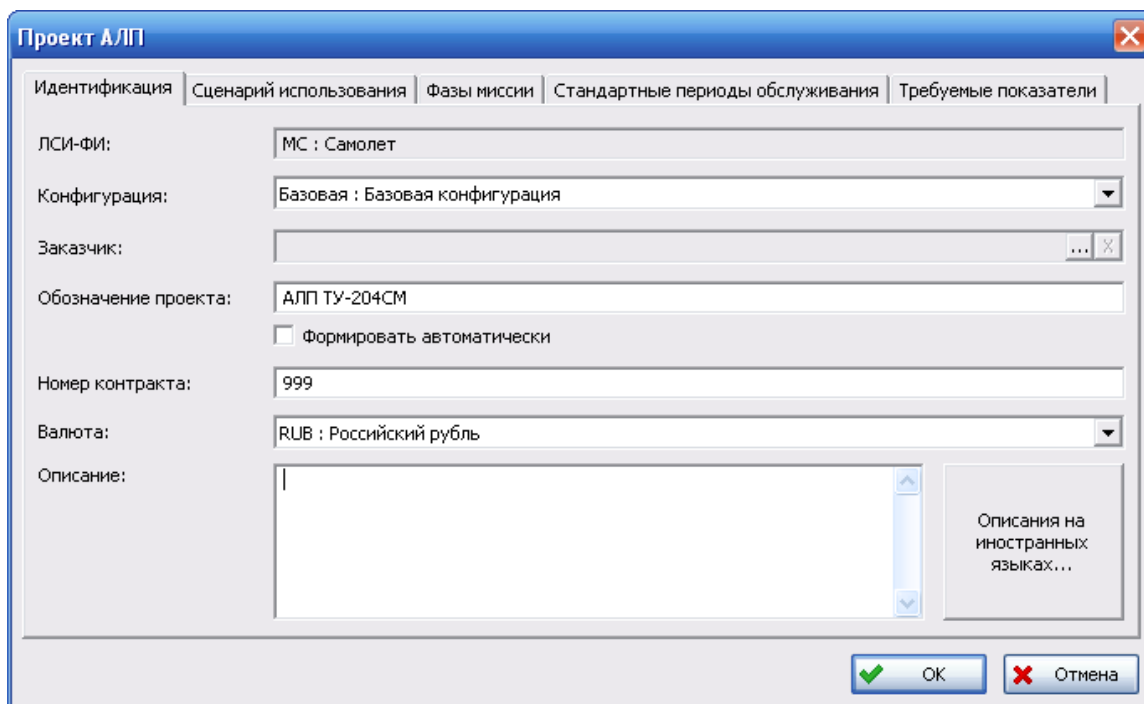

Рис. 3-12
3. В появившемся окне **Проект АЛП** введите параметры проекта (рис. 3-12).